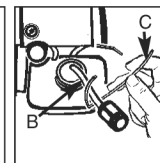

Fig. 11B
1. Kraftstoffsaugkopf und Filter (B) mit einem Haken (C) o.ä. aus dem Tank ziehen (Fig. 11B).